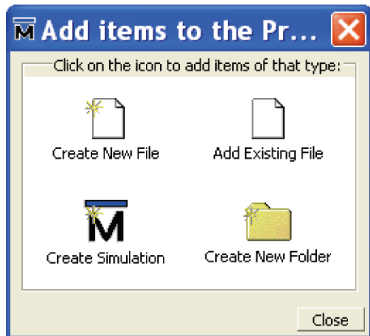

fig3
- Dans la fenêtre de la figure 3, cliquez sur Add Existing File